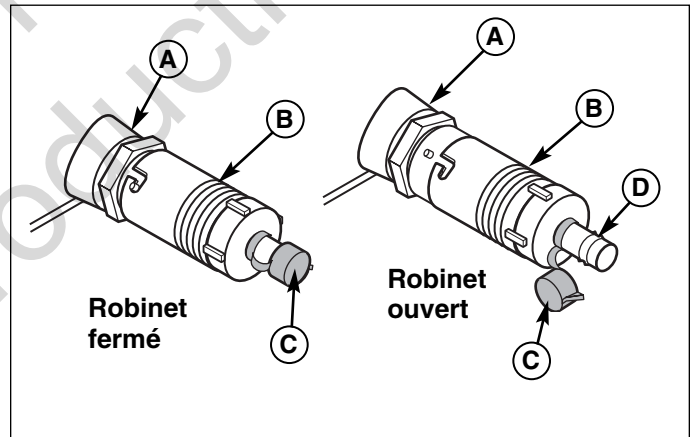

Figure 23. Robinet de vidange d'huile
3. Essuyer le robinet de vidange (B, Figure 23) et le capuchon (C) avec une serviette en papier ou un chiffon.